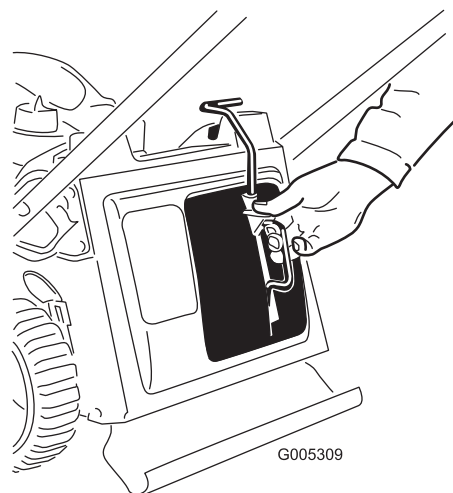

Figure 27
1. Déposez l'obturateur de recyclage (Figure 27).